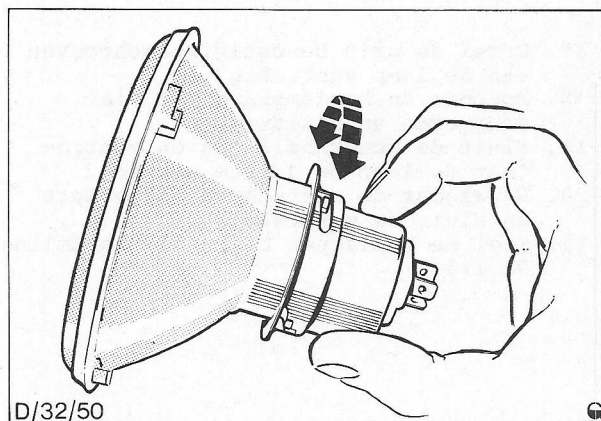

Fig. 14. Gloeilampbeschermer verwijderen (Koplamp uitgebouwd voor de duidelijkheid).
3. Draai de gloeilampbeschermer linksom om hem te verwijderen en de gloeilampen te kunnen bereiken. Fig. 14.